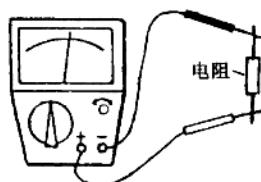

图 1-19 测量电阻时指针尽量靠刻度中心
(4) 正确使用欧姆挡：测量电阻时，指针愈近刻度中心，读数愈准确（图 1-19），所以有必要选择适当的量程倍率。测量电阻前应把表笔短路，旋转调零旋钮，使表针摆到欧姆挡刻度线最右边零刻度（图 1-20）后再测量。如万用表无法调零，则表明电池已用尽，电压不足了，应换新电池。